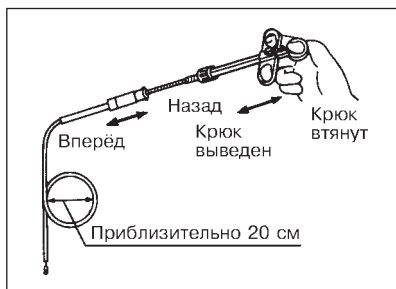

Рис. 7.
- (1) Удерживая инструмент рукой, как показано на рис. 7, сформируйте на вводимой части петлю приблизительно 20 см в диаметре.
- (2) Перемещайте подвижное соединение трубчатой оболочки и убедитесь, что движения оболочки трубки не затруднены.
- (3) Манипулируйте ползунком и убедитесь, что движения крюка на дистальном конце рабочей проволоки происходят плавно, без излишних усилий со стороны оператора.